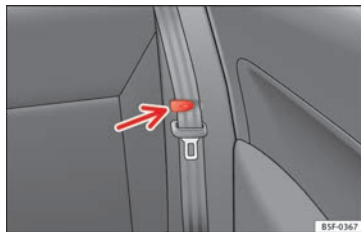

Fig. 150 Pince pour ceinture de sécurité.
- Placer les ceintures de sécurité latérales dans la pince du revêtement » **fig. 150**.